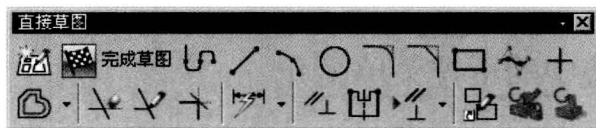

图 2.2.1 “直接草图”工具条
Step 2 选择下拉菜单 **插入(I) → 草图(H)** 命令, 系统弹出“创建草图”对话框, 选择 XY 平面为草图平面, 单击对话框中的 **确定** 按钮, 系统进入直接草图环境, 此时可以使用屏幕下方的“直接草图”工具条(图 2.2.1)绘制草图。